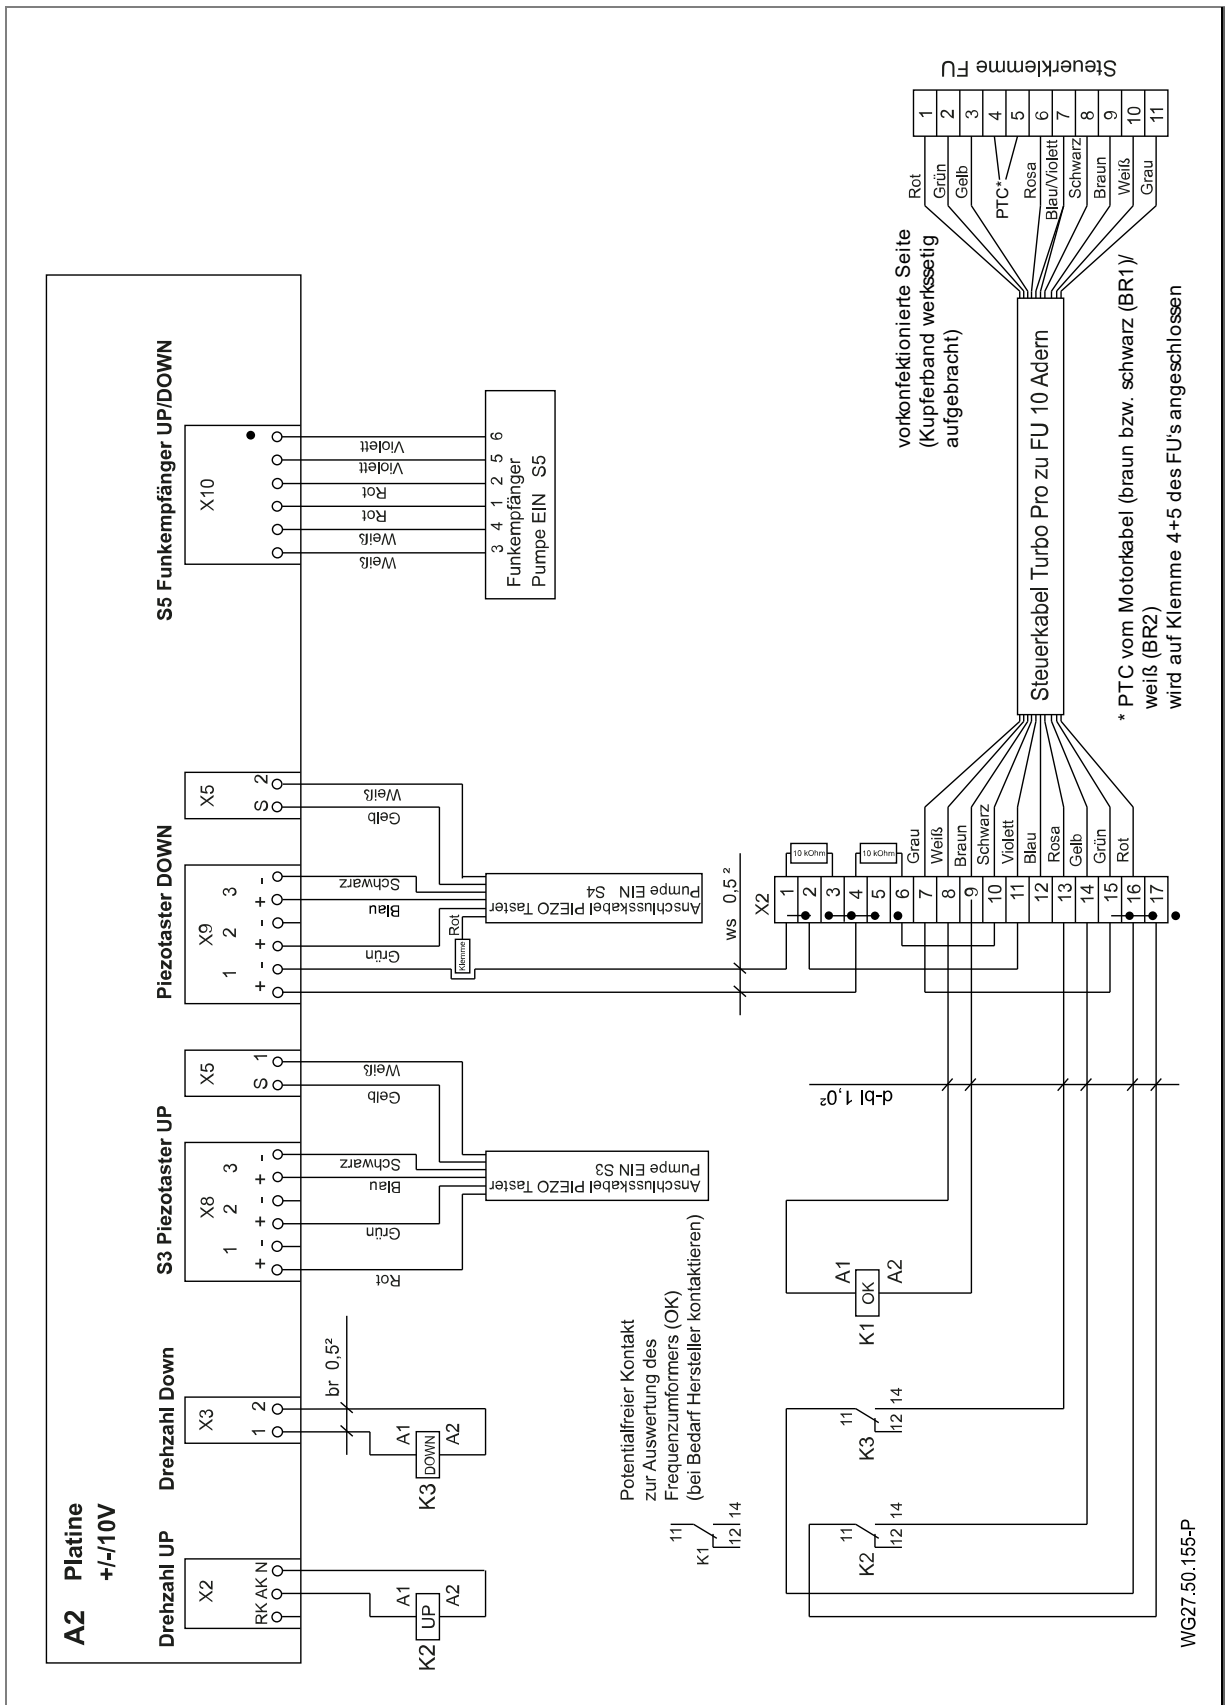

Abb. 19
14. Die Adern für den PTC (braun bzw. schwarz (BR1)/weiß (BR2)) sind nach Schaltplan zu verdrahten. Siehe "Abb. 19" auf Seite 25